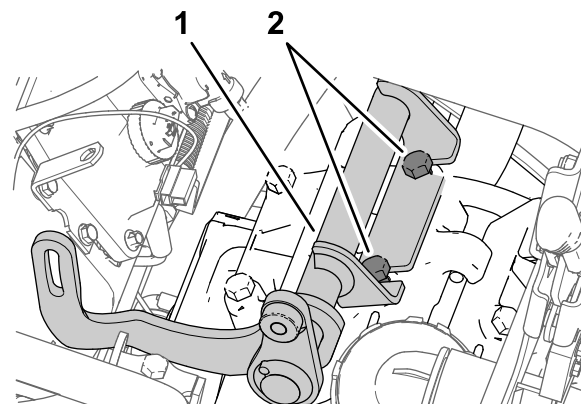

Рисунок 176
2. Установите кронштейн генератора между болтами, ослабленными при выполнении пункта 1, и головкой насоса Рисунок 176.